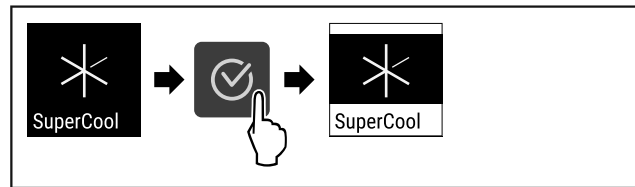

Fig. 90
- ▶ Følg anvisningene (se Fig. 90).